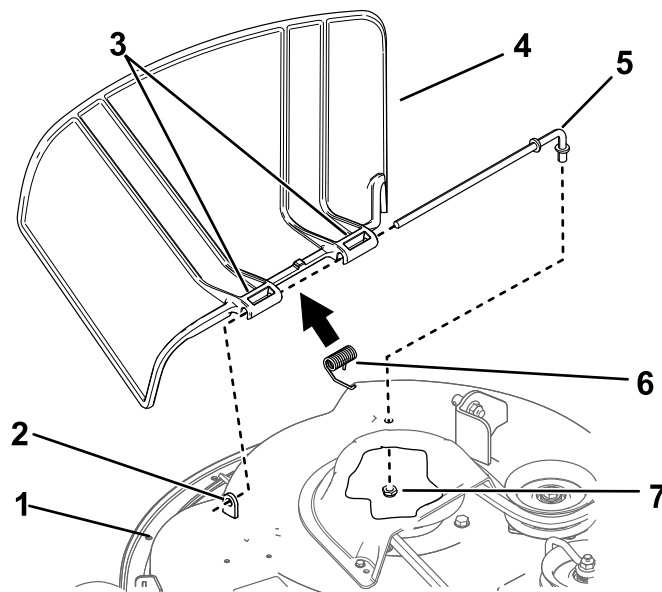

Figure 66
1. Retirez l'écrou ( $\frac{3}{8}$  po) de la tige, sous le tablier de coupe (Figure 66).
2. Sortez la tige de la courte cheville de positionnement, du ressort et du déflecteur d'herbe (Figure 66).
4. Montez le nouveau déflecteur d'herbe (Figure 66).
7. Insérez la tige dans le deuxième support du déflecteur d'herbe (Figure 66).
9. Fixez l'extrémité arrière de la tige dans le tablier de coupe à l'aide d'un écrou ( $\frac{3}{8}$  po), comme montré à la Figure 66.